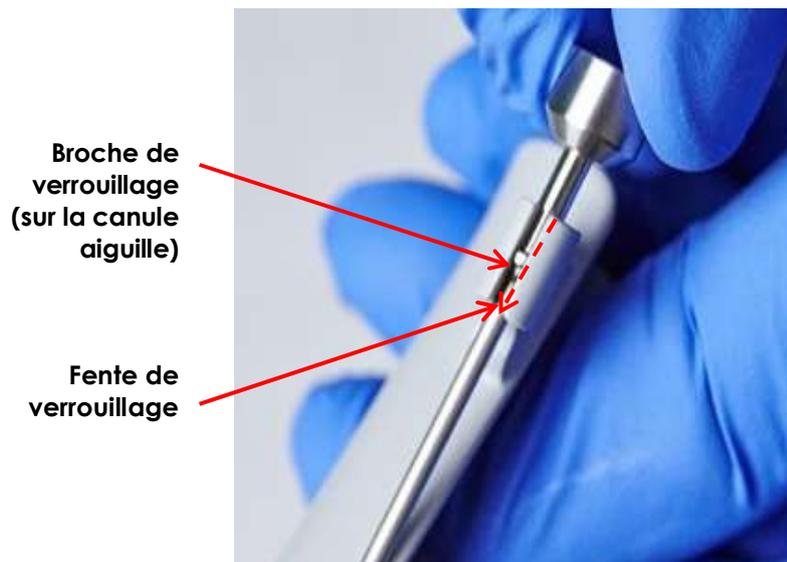

Figure 7 : Verrouiller la canule aiguille
2. Aligner la broche de verrouillage sur la fente de verrouillage du boîtier en plastique et la faire glisser sur toute la fente (voir la Figure 7).